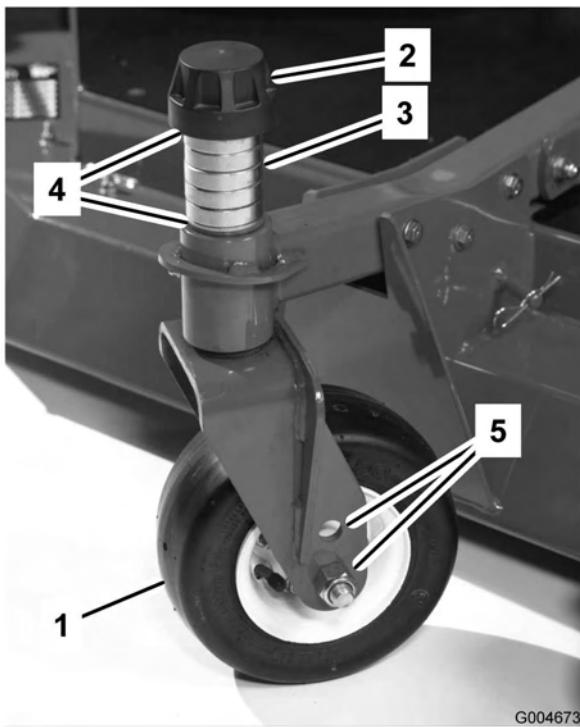

Figura 86
1. Retire a tampa de fixação do eixo rosado e desloque o fuso para fora do braço da roda giratória (Figura 86). Volte a montar os calços para levantar ou baixar a roda giratória até obter uma inclinação correcta da unidade de corte.